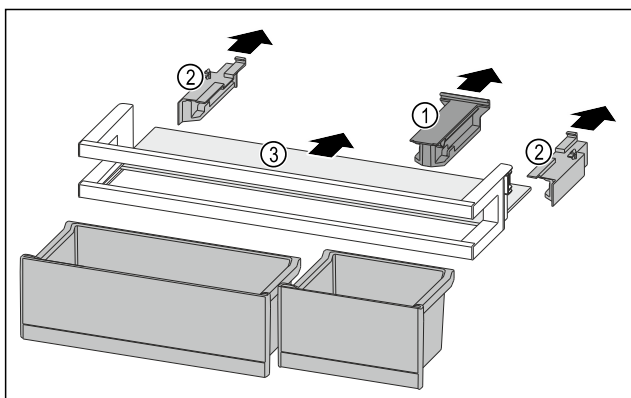

Fig. 269
- ▶ Desprindeți piesa de susținere Fig. 269 (1).
- ▶ Desprindeți piesele laterale Fig. 269 (2).
- ▶ Extrageți raftul Fig. 269 (3).